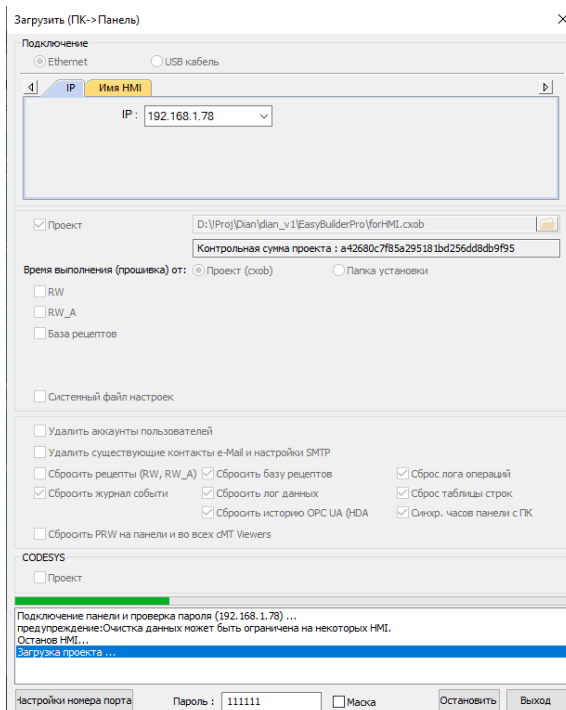

Рисунок 4.23 – Процесс загрузки прикладного ПО
8. После нажатия кнопки «Загрузить», начнется процесс загрузки прикладного ПО в панель оператора (рисунок 4.23).